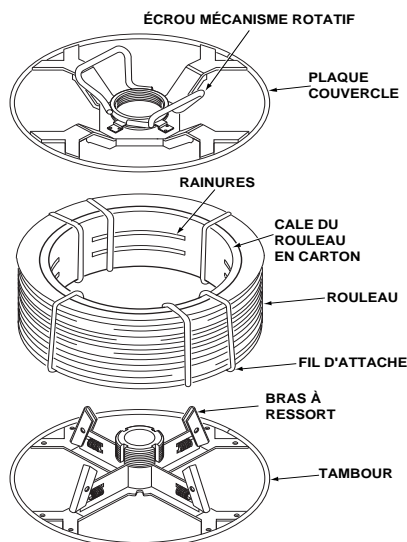

FIGURE B.2
- 1) Avec le Tambour de Rouleau K1504-1 monté sur l'axe de 2" (51 mm) (ou avec le tambour à plat sur le sol) desserrer l'écrou du mécanisme tournant et retirer le couvercle du tambour. (Voir la Figure B.2).